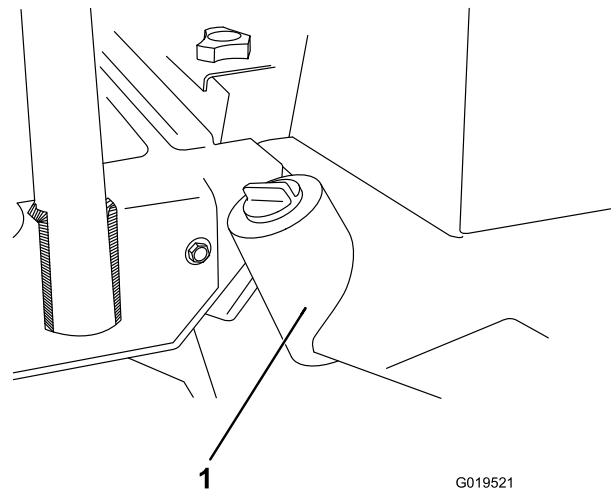

Figura 73
3. Retire el tapón de vaciado de la parte inferior del depósito (Figura 73) y deje que se drene el fluido hidráulico en el recipiente.